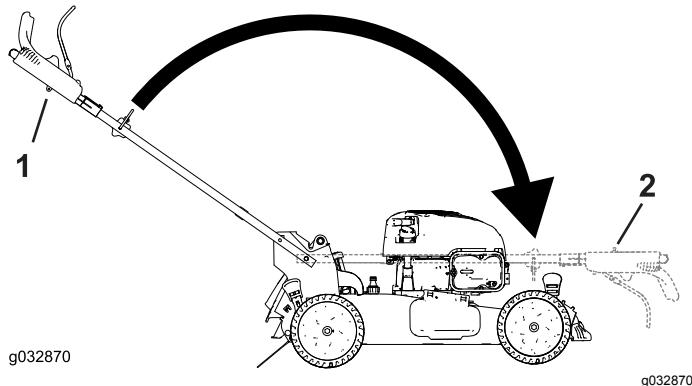

Figura 23
- Doble el manillar girándolo hacia adelante (Figura 23).